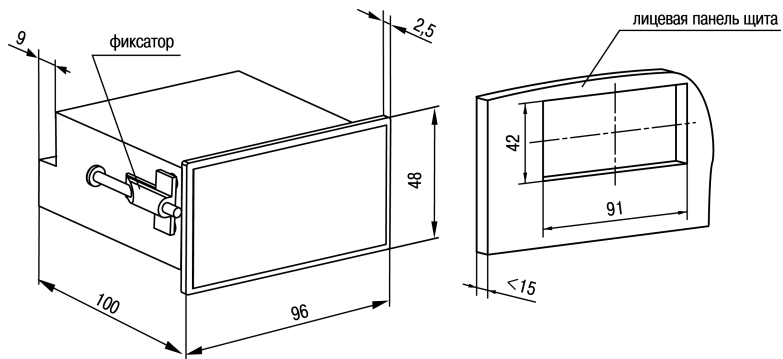

Рисунок 4.2 – Габаритные размеры корпуса Щ2
1. Подготовить на щите управления место для установки прибора (см. *рисунок 4.2*).